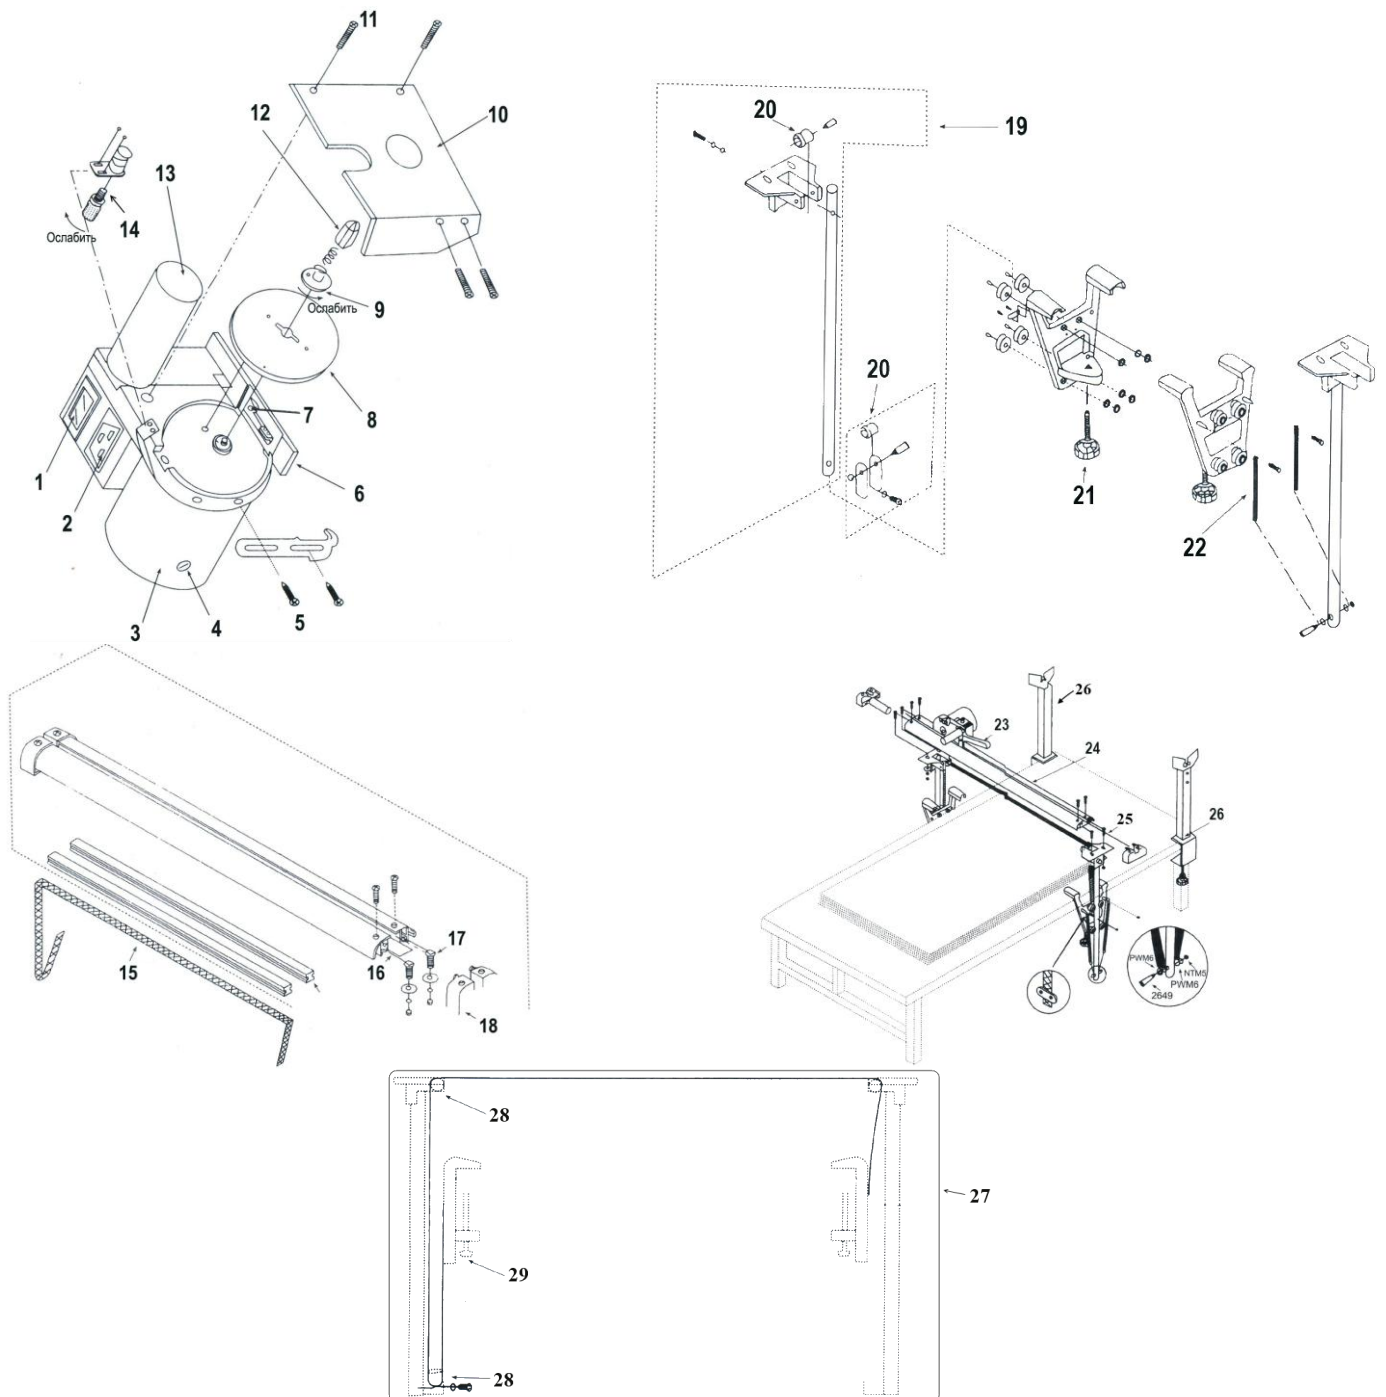

Рис.1
- **Раскройная машина**. (Рис.1 стр.4) Она выглядит следующим образом: к корпусу раскройной машины прикреплен двигатель (3) с помощью кронштейна. Он приводит в движение дисковый нож (8). Лезвие закрыто подвижной защитой. Для заточки лезвия предназначено заточное устройство с ручным управлением. Положение заточного устройства по отношению к лезвию можно регулировать. Режущая часть машины соединена опорой (6). Опора оснащена четырьмя роликами. Кроме того, в опоре находится ответный нож, который прижимается к лезвию при помощи пружины. Вся машина перемещается по длине линейки вручную с помощью длинной рукоятки, в которой находится электрический выключатель.
- **Счетчик слоев** (1) – это электронно-механическое устройство, расположенное на головке раскройной машины и оборудованное цифровым индикатором и кнопкой сброса.